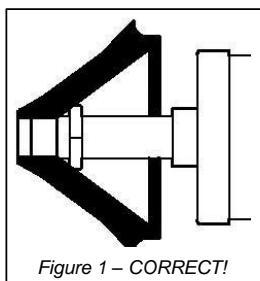
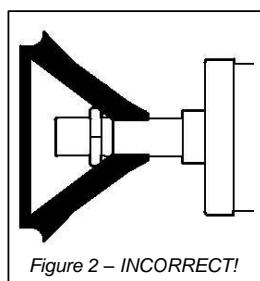
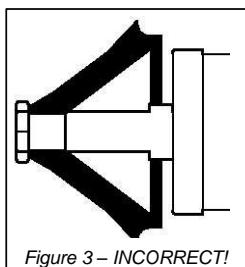

Figure 1 – CORRECT!
Figure 2 – INCORRECT!
Figure 3 – INCORRECT!
- Glissez l'embout de caoutchouc de 4 pouces sur l'axe, avec la pointe du cône tournée vers l'extérieur comme illustré sur la figure 1, et non avec la pointe du cône tournée vers le cylindre comme illustré sur la figure 2.
- Utilisez l'écrou de blocage pour maintenir le cône en place comme illustré sur la figure 1, *jamais* comme illustré sur la figure 3.